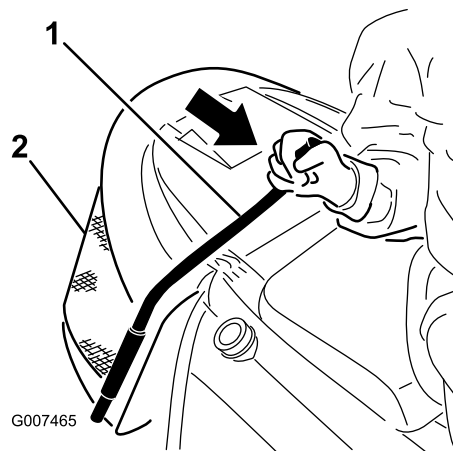

Figure 16
2. Tirez la tige du bac à herbe vers l'avant pour basculer le bac (Figure 16).